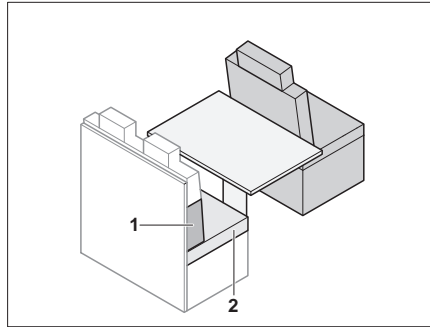

Bild 157 Vor dem Umbau
- Sitzpolster (Bild 157,2) entfernen.
- Rückenpolster (Bild 157,1) zwischen das Sitzpolster und die Rückwand legen. Die Keilform beachten.